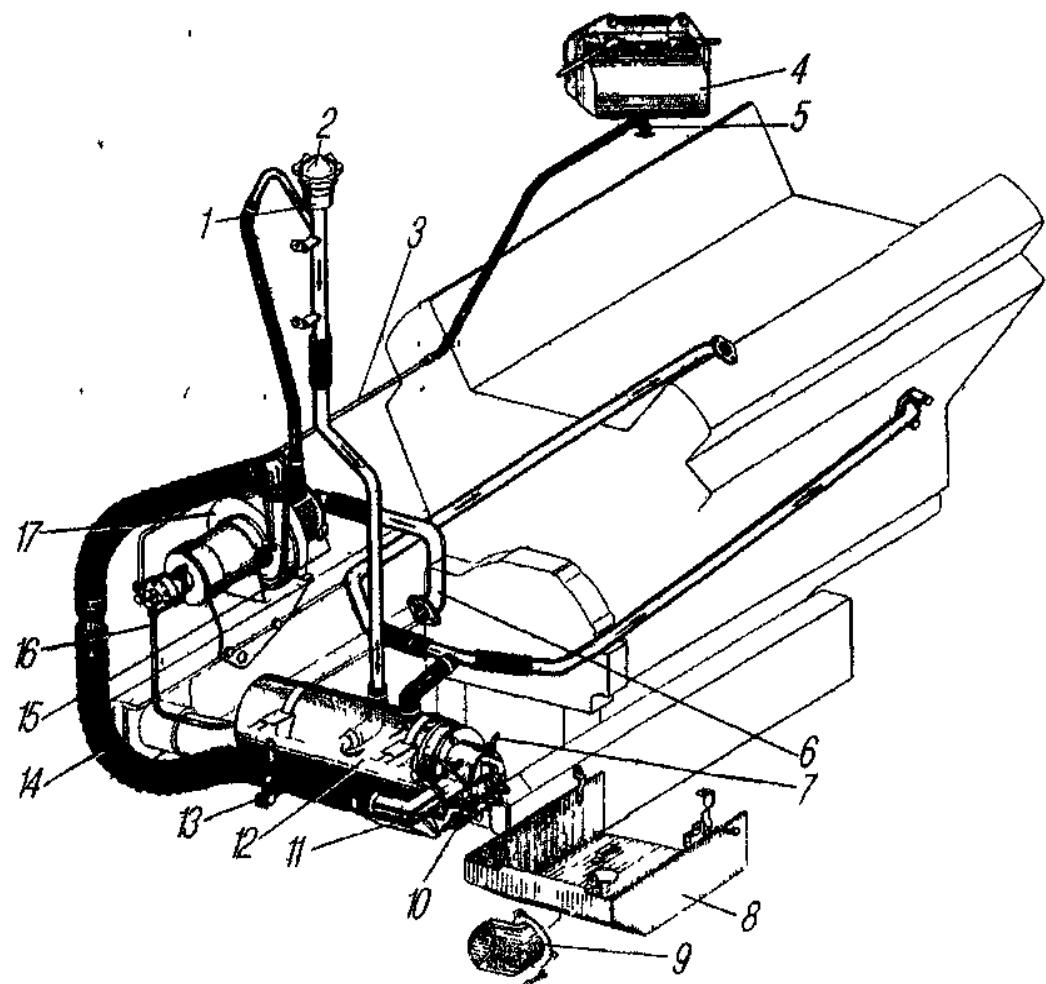

Рис. 21. Система прёдпускового подогрева двигателя:
- котел 12 (рис. 21), расположенный на первой поперечине рамы автомобиля;
Подогреватель работает следующим образом. Топливный насос забирает топливо из бачка подогревателя и под давлением при открытом электро-магнитном клапане впрыскивает его через форсунку в горелку, где распыленное топливо смешивается с воздухом, воспламеняется и сгорает, нагревая в котле жидкость. Под действием насоса жидкость циркулирует по трубопроводам, по блоку в направлении, показанном стрелками на рис. 21.